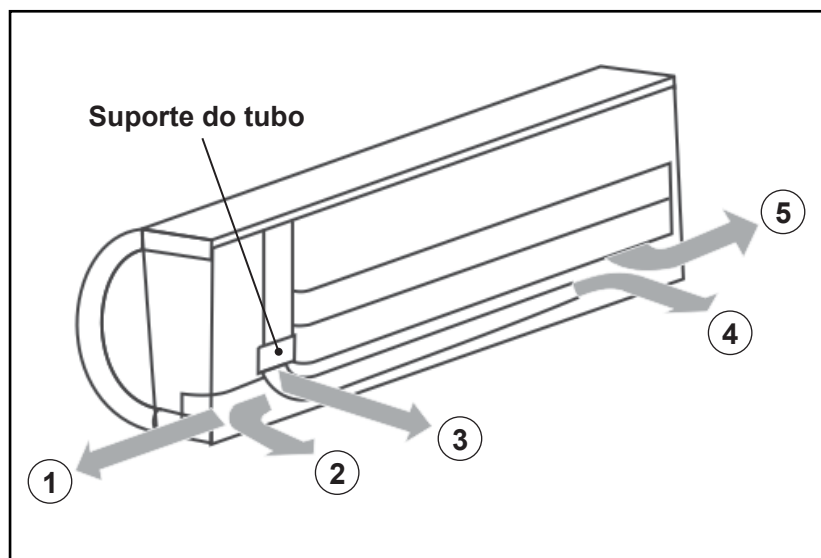

FIGURA 13 - TUBULAÇÕES
- A tubulação pode ser conectada em qualquer uma das direções indicadas na figura 13: